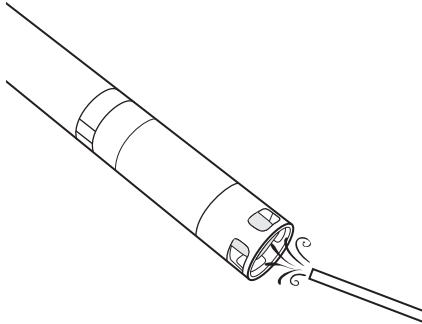

Figura 73 Manutenção de amónio ou nitrato
1. Limpe cuidadosamente o sensor de amónio ou nitrato, utilizando um jacto fino de água DI ou limpando com álcool, mergulhando a seguir na solução de calibração de elevado standard (Figura 73).